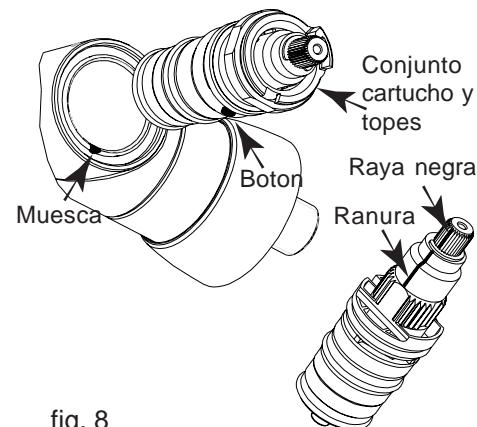

fig. 8
- Ajustar el cartucho y los topes en el cuerpo, ajustando el pitón en la muesca (fig. 8)
- Asegurarse que la raya negra esta correctamente alineada con la ranura (fig. 8).